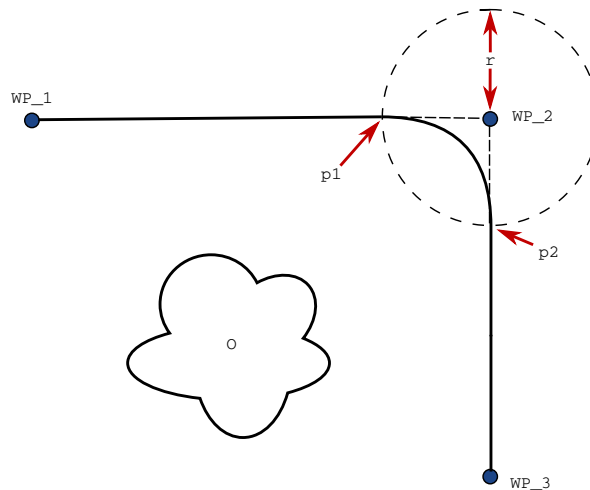

Abbildung 14.3: Blending über WP\_2 mit Radius  $r$ , ursprüngl. Blending-Position bei p1 und letzte Blending-Position bei p2. o ist ein Hindernis.
**Blending-Parameter** Neben den Wegpunkten beeinflussen mehrere Parameter den Bewegungsablauf im Blending-Bereich (siehe Abbildung 14.3):